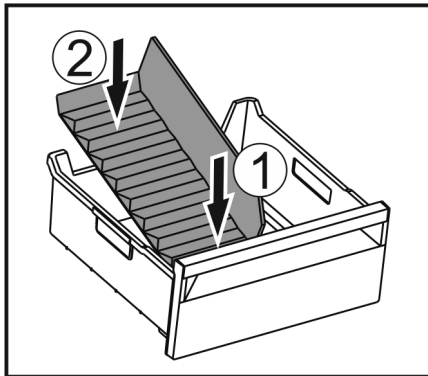

Fig. 107
- ▶ Inserire la parte anteriore del divisore dello scomparto del ghiaccio. Fig. 107 (1)
- ▶ Abbassare la parte posteriore del divisore dello scomparto del ghiaccio fino al fondo del cassetto. Fig. 107 (2)